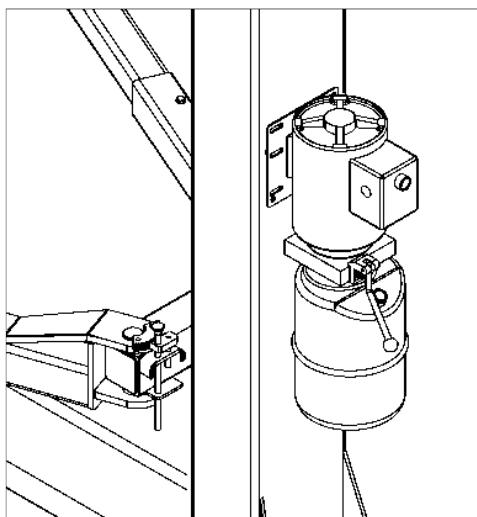

Рис. 32
- ◆ Установите насос на панель, как показано на Рис. 32 и зафиксируйте его в нижней части главной стойки.